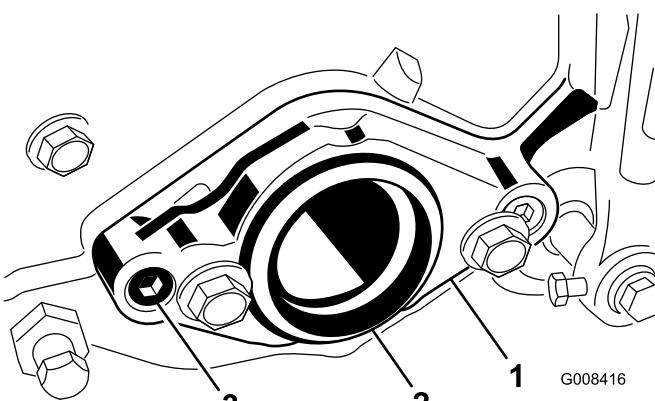

Figure 8
2. A l'extrême droite du plateau de coupe, retirez l'obturateur en plastique du logement de roulements (Figure 8).
3. Retirez les (2) vis Allen qui fixent le support du moteur au côté droit du plateau de coupe. Déposez le support du moteur (Figure 8).
6. Montez le support du moteur à l'extrême gauche du plateau de coupe au moyen des (2) vis Allen retirées précédemment Figure 8. Serrez les vis à un couple de 16 à 20 Nm.